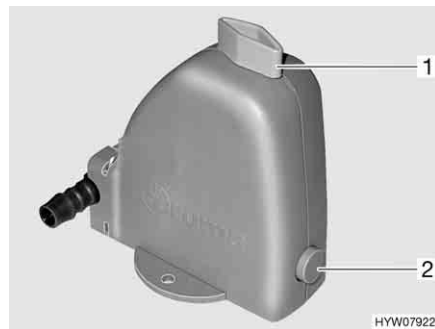

Fig. 207 Valvola di sicurezza/di scarico del boiler
Il boiler è dotato di una valvola di sicurezza/di scarico (Fig. 207). La valvola di sicurezza/di scarico impedisce che l'acqua congeli nel boiler in presenza di basse temperature esterne, quando il riscaldamento dell'autocaravan non è acceso.
- Chiudere la valvola di sicurezza/di scarico. A tal fine ruotare la manopola (Fig. 207,1) verticalmente rispetto alla valvola di sicurezza/di scarico e premere verso l'interno il bottone automatico (Fig. 207,2).
- Aprire la valvola di sicurezza/di scarico. A tal fine ruotare la manopola (Fig. 207,1) nel senso della lunghezza della valvola di sicurezza/di scarico. Il bottone automatico (Fig. 207,2) scatta all'infuori. Il boiler viene svuotato verso l'esterno tramite la valvola di sicurezza/di scarico.